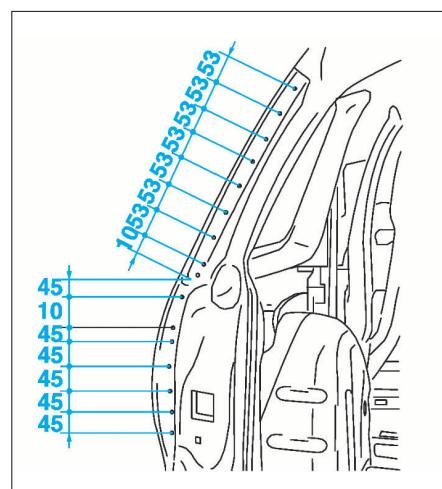

FIG. 130
- Percer au ø 6,5 mm pour soudage ultérieur par points bouchons (Fig.130 et 131).